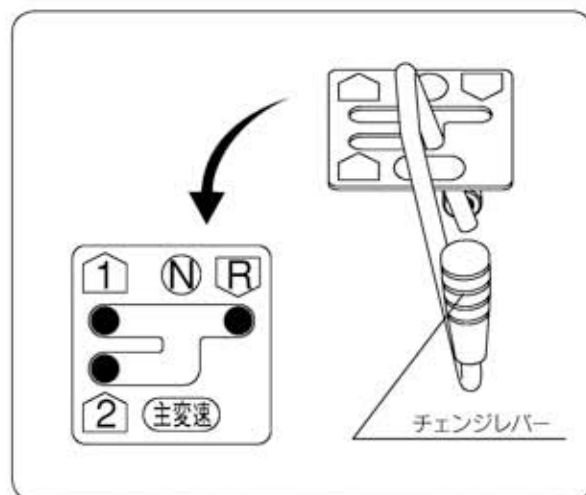

図19
- ❶ 低速の【前進後進】のチェンジの切替えは主クラッチを切らなくても切替操作ができます。(図19)